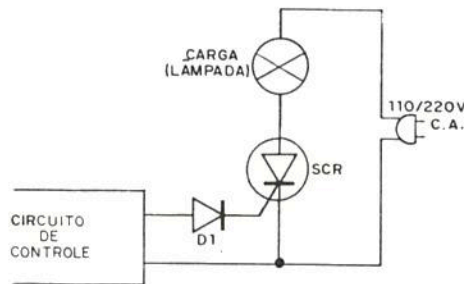

FIGURA 2
Na figura 2 temos um circuito típico de SCR sendo usado no controle de uma carga de alta potência alimentada pela rede local de corrente alternada. Num circuito deste tipo pode ocorrer que a intensidade do sinal de disparo em alguns casos seja insuficiente para "ligar" o SCR como também pode ocorrer que a própria alimentação do aparelho seja suficiente para provocar a realimentação que dispara o SCR mesmo na ausência de sinal.
- Se o SCR permanece "ligado" mesmo quando não há sinal de entrada como por exemplo em luzes rítmicas, sequenciais, etc, em que a lâmpada principal permanece totalmente acesa sempre, pode-se fazer uma prova desligando-se a comporta do SCR ou seja, retirando-se o diodo D1 do circuito da figura 2 momentaneamente. Pode então acontecer o seguinte: